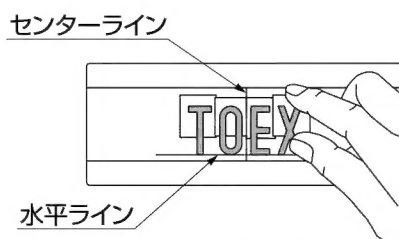

図3-3
- ③ 水平ラインと文字の位置を合わせ、文字をセンターラインから左右等間隔になるように仮貼りしてください。(図3-3参照)